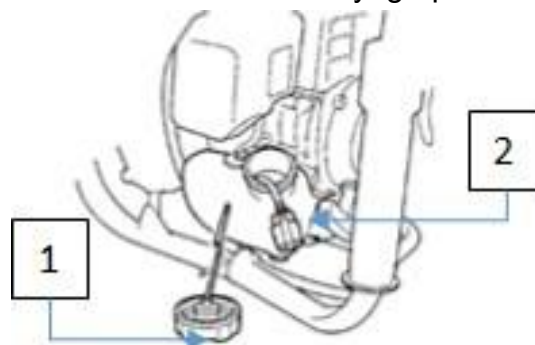

Fig.12
6.4. Filtre de carburant. (Fig.12)